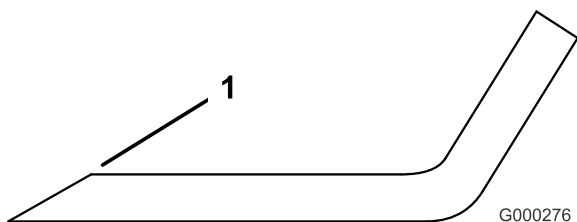

Figura 26
- Affilate i taglienti da entrambe le estremità della lama con una lima (Figura 26).